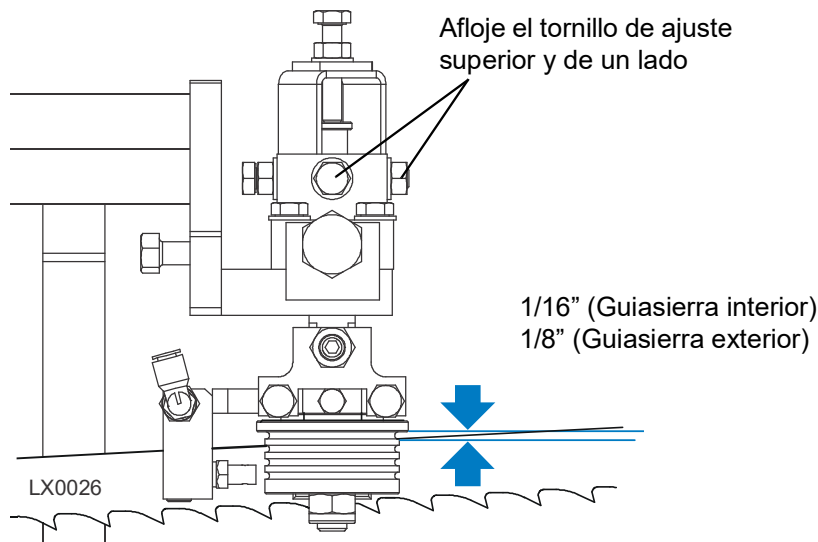

FIG. 7-10
2. Afloje el tornillo superior y uno de los laterales (Vea FIG. 7-10).